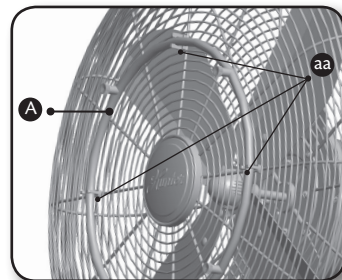

Figura 5
Instale el anillo de vaporización (A) con los tres clips sujetados a la rejilla delantera. Se debe instalar cerca del centro de la rejilla delantera (B). Mientras sujeta el anillo de vaporización en el lugar, ajuste las tres clips (aa) directamente sobre la rejilla delantera. Los clips deben ser colocados en el anillo de vaporización de manera que estén en la parte superior, extremo izquierdo y extremo derecho. Esto asegura que las ranuras en los clips se alinearán con los cables en la rejilla delantera. Figura 5.